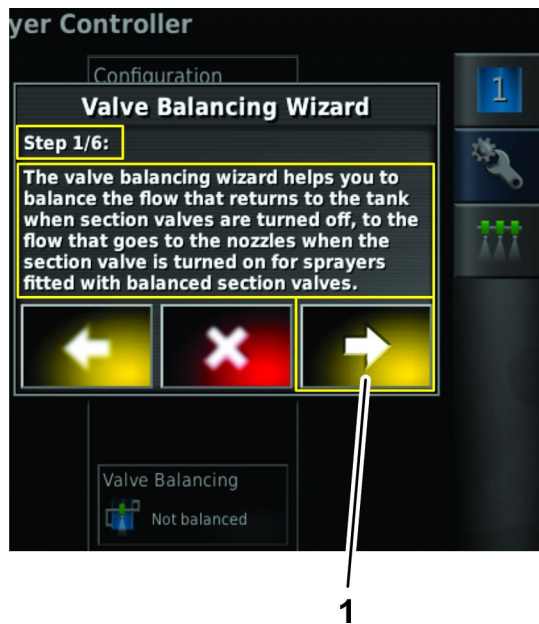

图 47
1. 在阀门平衡向导的第 1 步阅读阀门平衡向导说明然后按下一步图标 图 47。